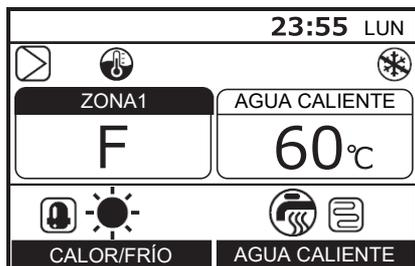

Fig.3-05
- (1) Para ingresar al modo de configuración, pulse el botón [F1] durante 4 segundos o más en la pantalla que se muestra en la Fig.3-05. Aparece la pantalla de configuración DN.